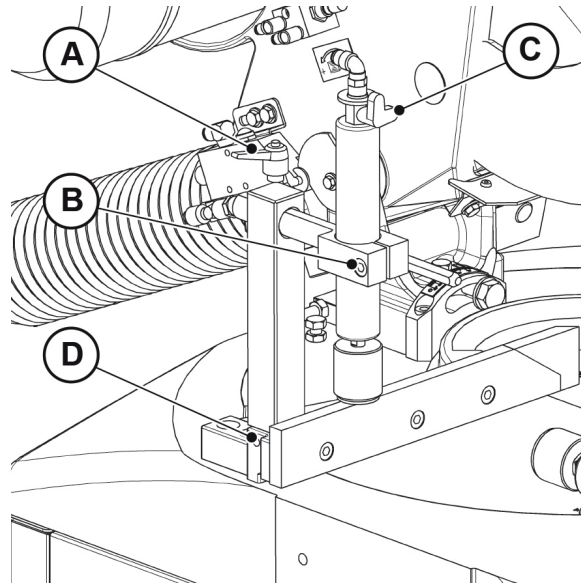

Fig. 07-06
- 1 Allentare la maniglia a ripresa "A" (Fig. 07-06) per regolare la distanza dal profilato.
- 2 Allentare la vite "B" (Fig. 07-06) per regolare verticalmente la morsa.
Per escludere la morsa verticale, agire sul rubinetto "C" (Fig. 07-06).
La morsa verticale può essere posizionata a dx o sx rispetto alla testa agendo sul grano di fissaggio "D" (Fig. 07-06).